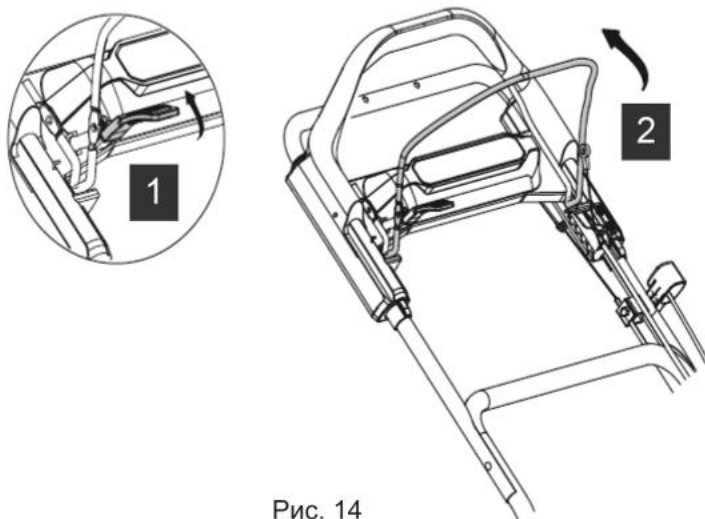

Рис. 14
- При работающем двигателе нажмите на рычаг разблокировки скобы включения ножей, потянув его на себя (Рис. 14. Поз. 1).
- Не отпуская рычаг разблокировки, потяните на себя скобу включения вращения ножей, прижав её к рукоятке привода колёс. Ножи начнут вращение (Рис. 14. Поз. 2).